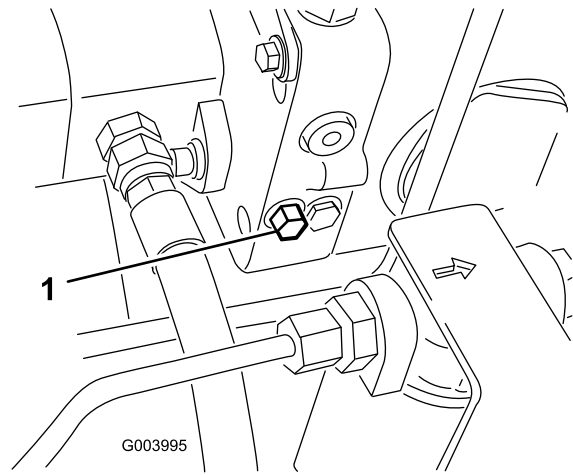

Figure 37
1. La vanne de dérivation est située du côté gauche de l'hydrostat (Figure 37). Tournez le boulon une fois et demie pour ouvrir la vanne et permettre la dérivation interne du liquide.